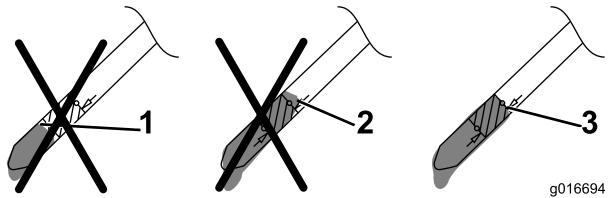

Bild 35
11. Nehmen Sie den Peilstab heraus und lesen Sie den Ölstand am Peilstab ab, siehe Bild 35.
- Füllen Sie bei einem zu niedrigen Ölstand **langsam** etwas Öl in den Öleinfüllstutzen: Wiederholen Sie die Schritte 9 bis 11, bis der Ölstand richtig ist, wie in Bild 35 dargestellt.